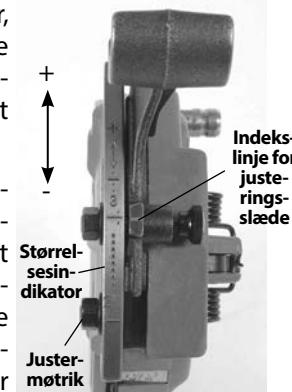

Figur 16 – Indsættelse af bakker
- Indsæt de korrekte bakker i skærehovedet med den nummererede kant opad. Numrene på bakkerne skal svare til numrene på gevindskærehovedåbningerne (se Figur 16). Bakkeåbningerne har en kuglelås, der går i indgreb med rillen på bakkerne, når de er korrekt installeret. Udskift altid bakkerne i sæt – undgå at blande bakker fra forskellige sæt.